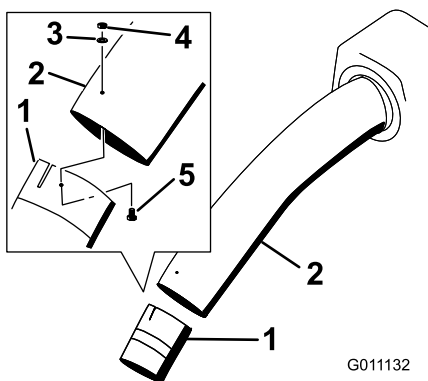

Bild 28
14. Verbinden Sie das obere und mittlere Rohr mit 3 Schrauben (Nr. 10 x 3/4 Zoll), 3 Flachscheiben (7/32 Zoll) und 3 Sicherungsmuttern (Nr. 10) (Bild 28).